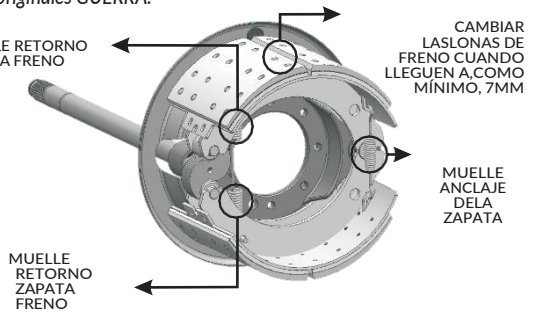

FIGURA 27
- Cambiar, **OBLIGATORIAMENTE**, todos los muelles del patín cada vez que se cambien las lonas de freno (FIGURA 27);